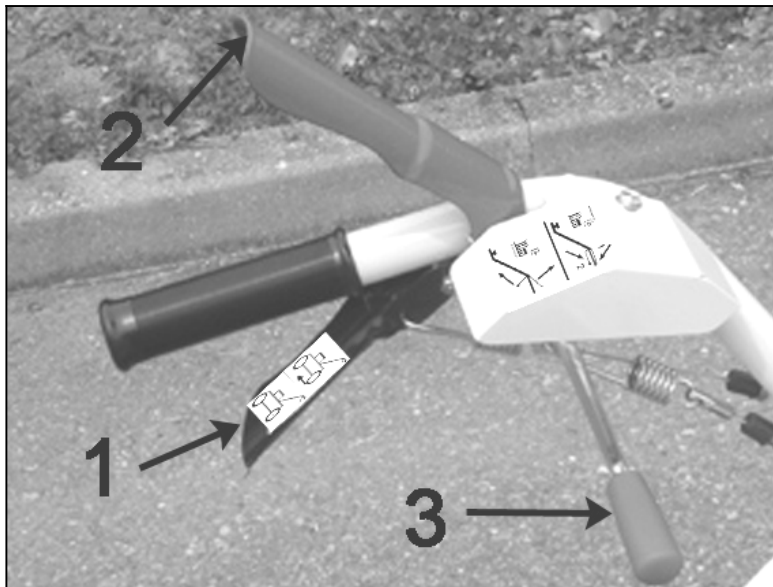

Figure 8
- Actionnez la poignée d'avancement (figure 8, repère 1) puis accélérez à fond.
- Appuyez et maintenez la poignée (figure 8, repère 2), ensuite tirez la poignée (figure 8, repère 3) pour embrayer la lame. Le débroussaillage débute.
- Relâchez la poignée d'avancement (figure 8, repère 1) et celle de l'embrayage de coupe (figure 8, repère 2), la manette (figure 8, repère 3) se désactive automatiquement.